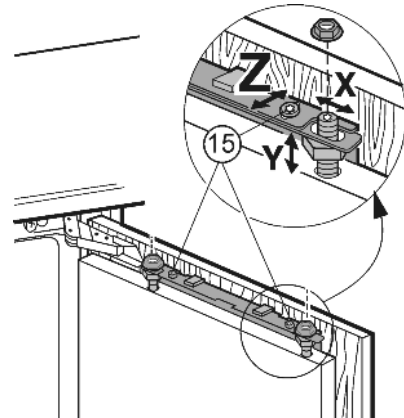

Fig. 20
- ▶ Выставьте мебельную дверцу по глубине Z: ослабьте сверху винты Fig. 20 (15), снизу винты Fig. 21 (24), затем сдвиньте дверь.